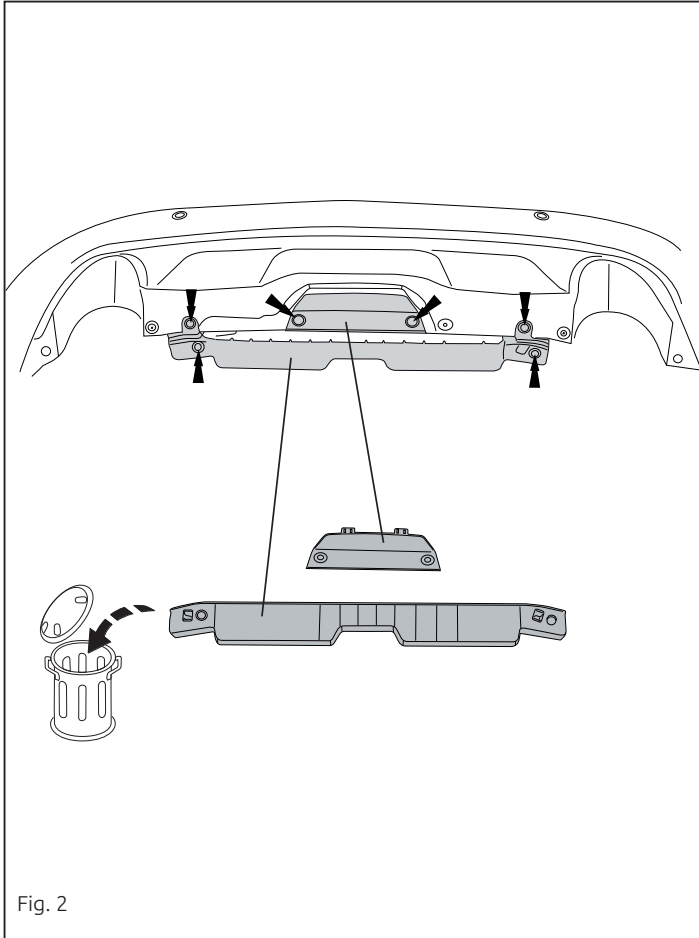

Fig. 2
6. Снять указанные детали. См. рисунок 2.